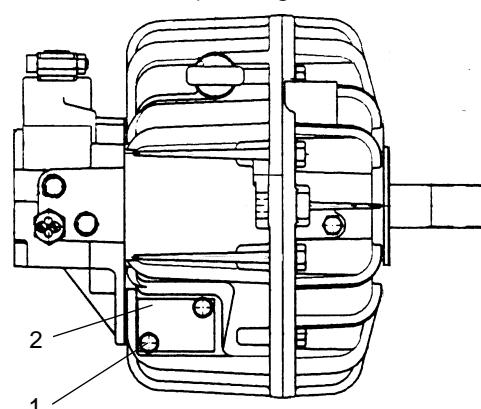

Fig. V-3
Only ZF 25 A - ZF 25 old version (Fig. V-3)
- 2.4.4 Lock filter cover in place by screwing in bolts (fig. V-3 item 1), driving torque 18 Nm (14 ft/lb);
Solo per ZF 25 A - ZF 25 vecchia versione (Fig. V-3)
- 2.4.4 Bloccare il coperchio nella sua sede avvitando le viti (fig. V-3 pos. 1), coppia di serraggio 18 Nm;
ZF 25 A - ZF 25 seulement ancienne version (Fig. V-3)
- 2.4.4 Installer le couvercle en tournant les vis (fig. V-3 position 1), couple de serrage 18 Nm;
Sólo para ZF 25 A - ZF 25 versión anterior (Fig. V-3)
2.4.4. Bloquear la tapa en su alojamiento apretando el tornillo (Fig. V-3, pos. 1), par de apriete 18 Nm;
ZF 25 A - ZF 25 kun (Fig. V-3) Gamme versjon
ZF 25 A - ZF 25 nur (Fig. V-3) Alte Version
2.4.4 Ölfilter in das Gehäuse einsetzen und mit Schrauben(Pos.1 Bild V-3), Anzugsmoment 18 Nm;